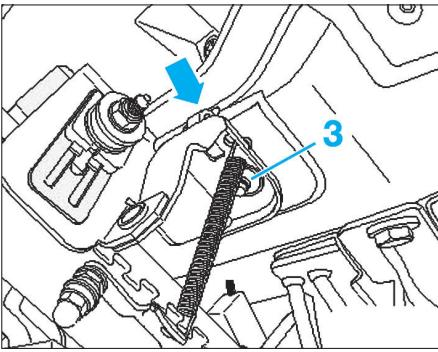
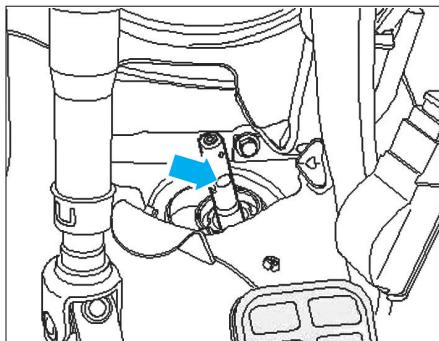

Fig. 7
Fig. 9
- Percer les vis de rupture (3) ou les casser avec un brin approprié (Fig.7).
- Lors du montage de la colonne de direction, veiller à ce que les crochets (flèche) s'encliquettent dans la traverse (Fig.7).
- Serrer les vis de rupture (3) jusqu'à la rupture de la tête.
- Tenir compte de l'encoche sur le mécanisme de direction (flèche) lors de la mise en place de l'arbre de pont sur le mécanisme de direction (Fig.9).